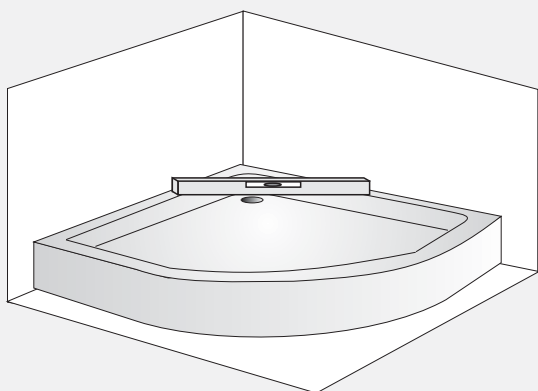

Рисунок 1. Установка поддона
1. Сделайте выход канализации, вывод электричества и воды в соответствии с монтажной схемой. Отрегулируйте положение поддона с помощью уровня и регулируемых ножек поддона. Рисунок 1